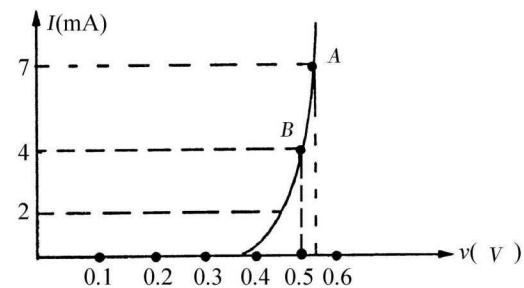

图 1-1-15
7. 半导体二极管伏安特性曲线如图 1-1-15 所示, 求图中 A、B 点的直流电阻和交流电阻。